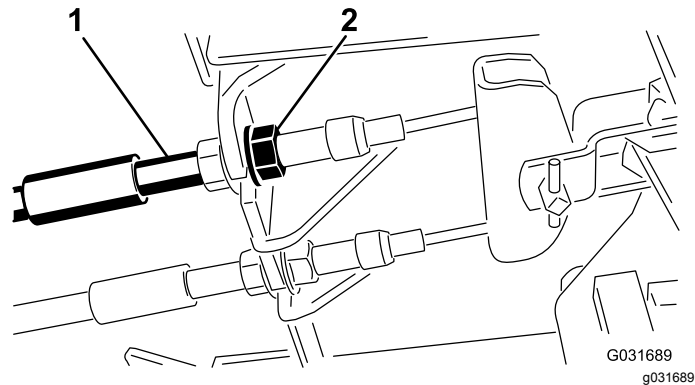

Figure 85
1. Pour réduire la garde aux pédales de frein, serrez les freins en desserrant l'écrou avant sur l'extrémité fileté du câble de frein (Figure 85).